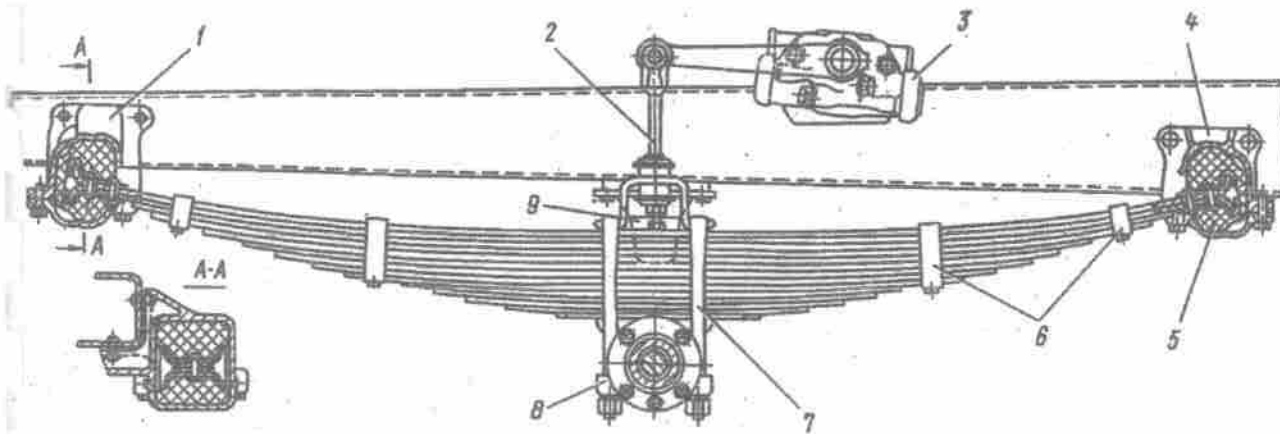
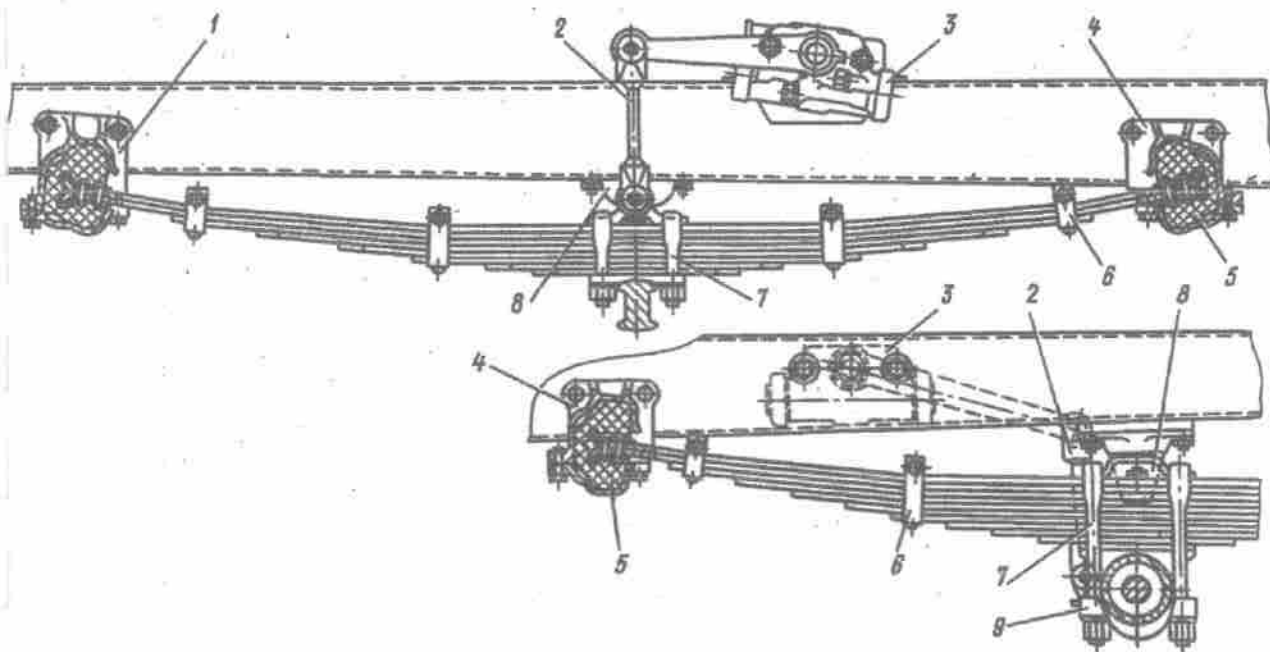
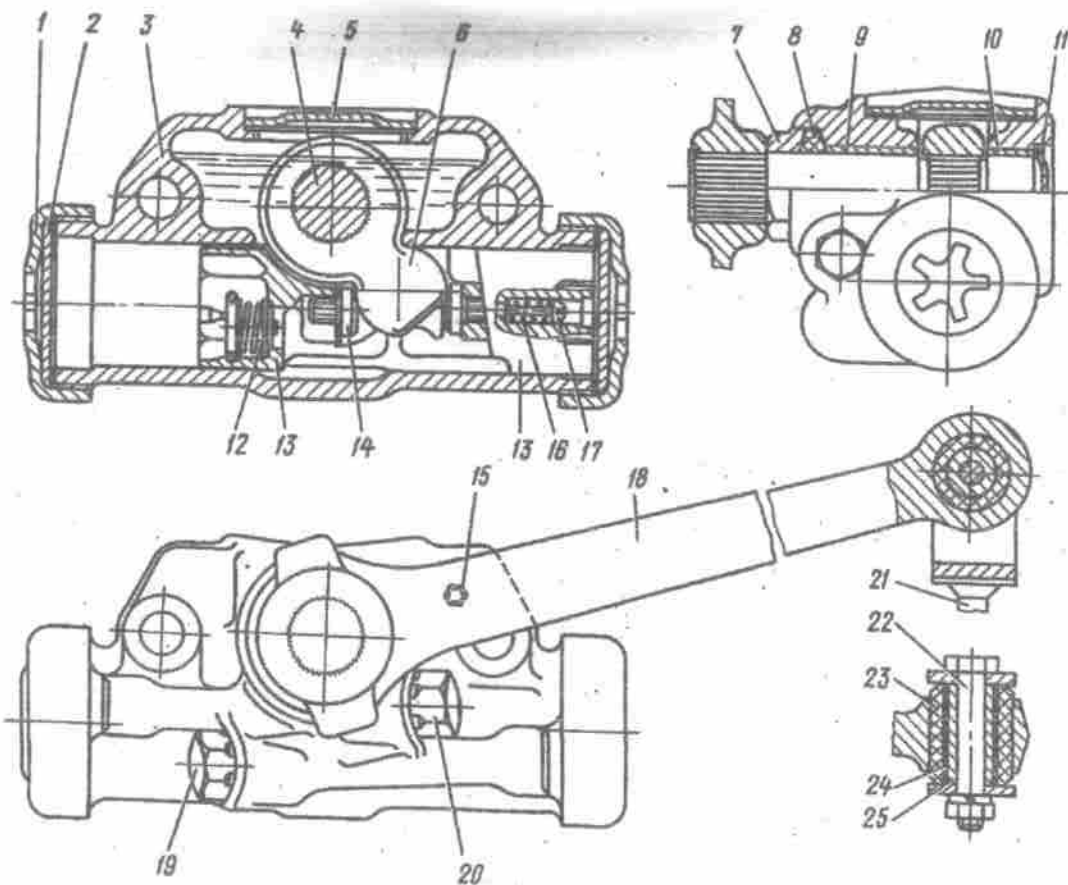

Bild 183. Vorderradaufhängung des Kraftwagens YA3-452 und seiner Modifikationen:
Bild 184. Vordere und hintere Aufhängungen der Kraftwagen YA3-451M und ihrer Modifikationen:
Bild 185. Stoßdämpfer:
Die Aufhängung der Kraftwagen besteht aus vier längsliegenden Halbfedern. (Bild 183, 184), die im Satz mit hydraulischen Zweiweg-Hebelstoßdämpfern arbeiten (Bild 185).
1. Federbügelmuttern losdrehen, Federbügel 7 (Bild 183, 184) abnehmen, Unterlage 8 (Bild 183) und 9 (Bild 184) sowie Federlaschen entfernen.